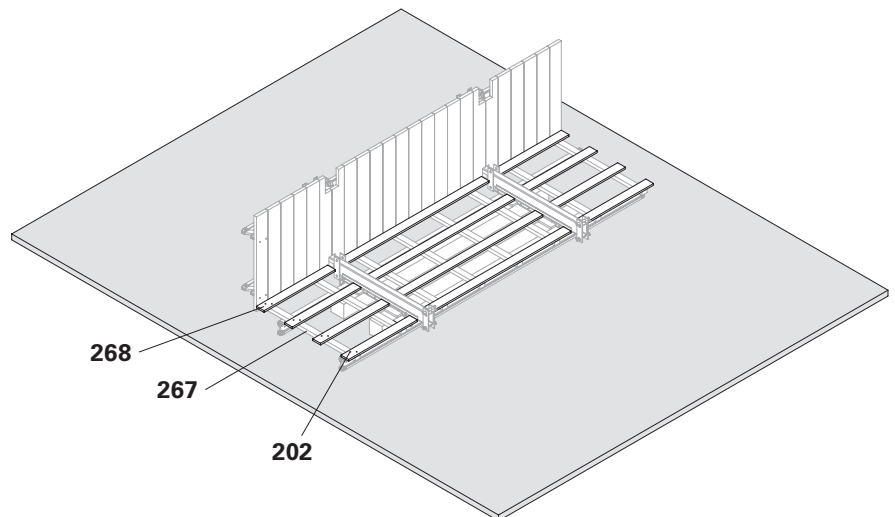

Fig. B10.12
6. Fissare la gabbia per scala (**268**) sulla contro-tavola (**267**) con viti Torx 6 x 80 (**202**). (Fig. B10.12)